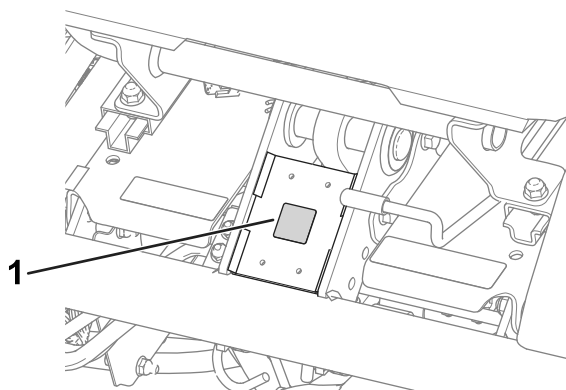

Figura 9
- Applicare l'adesivo di marcatura CE sul telaio sotto la parte anteriore del sedile (Figura 9).